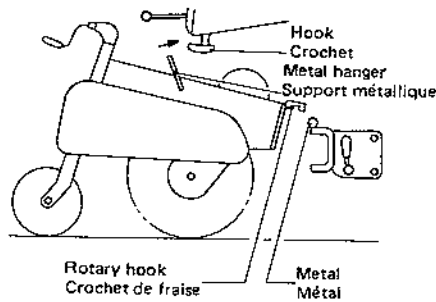

Fig. 7-2
- 4) Ne pas bouger la poignée et accrocher la suspension métallique de la fraise au crochet de la poignée. (Voir Fig. 7-2)